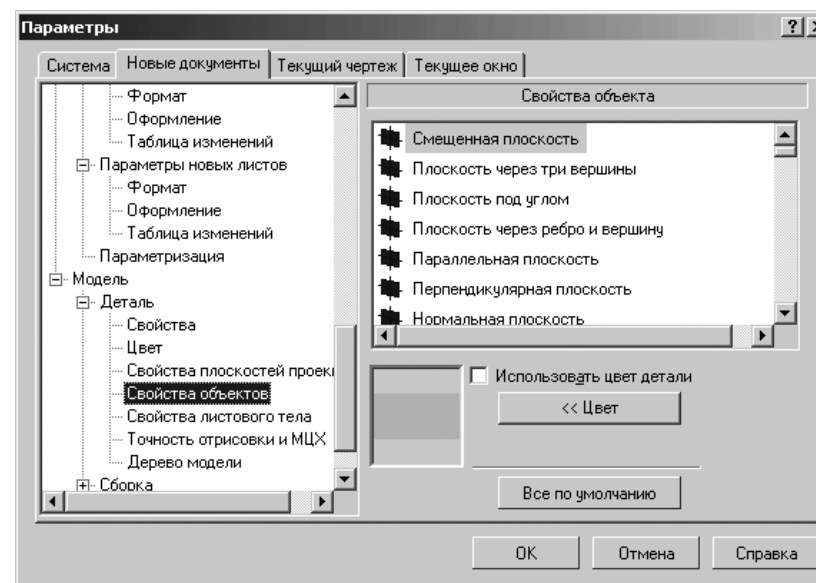

Рис. 10.94. Диалоговое окно **Параметры** с открытой вкладкой **Новые документы** и панелью **Свойства объекта**
- щелкните в списке настраиваемых элементов **Деталь** по пункту **Свойства объектов**. В правой части появится панель **Свойства объекта**, показанная на рис. 10.94.
- щелкните в списке настраиваемых элементов  **Сборка** по пункту **Свойства объектов**. В правой части появится панель **Свойства объекта**, аналогична той, которая показана на рис. 10.94;